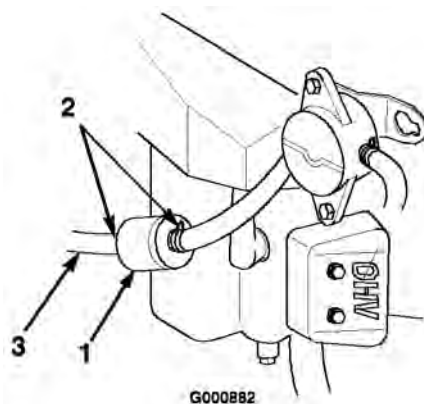

Figure 33
5. Desserrez le collier de serrage au niveau du filtre à carburant et éloignez-le du filtre en le poussant le long de la conduite d'alimentation (Figure 33).
6. Débranchez la conduite d'alimentation du filtre (Figure 33).
4. Pincez les extrémités des colliers et faites glisser ceux-ci pour les éloigner du filtre (Figure 33).
6. Posez un filtre neuf et rapprochez les colliers de fixation du filtre (Figure 33).